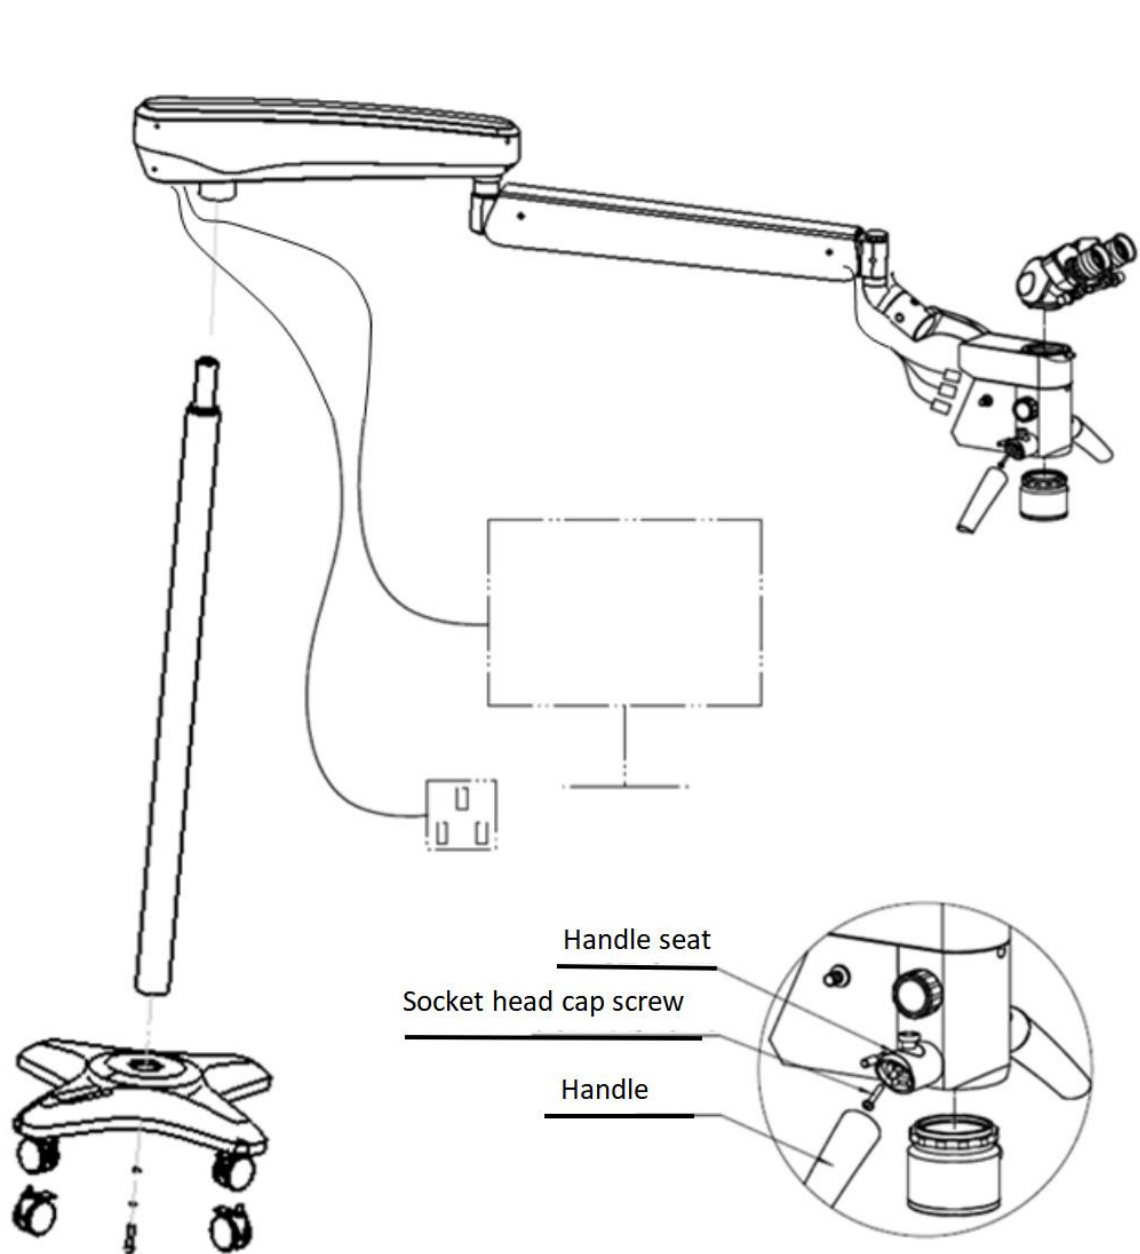

Рис. 2 Монтаж микроскопа
(1) Достаньте колеса [1] из коробки и установите их на основание [2], положите их на пол.
(2) Достаньте стойку [3], открутите винт и шайбу внизу, затем вставьте стойку [3] в отверстие в основании [2], поверните стойку [3] так чтобы цилиндрический шток в основании [2] вошел в паз на дне стойки [3], вставьте винт с шестигранным шлицем и шайбу снизу основания [2], и затяните 10 мм шестигранным ключом (рис. 2), теперь основание установлено.
Достаньте сборку кронштейнов (включающую поперечный рычаг [5], пружинный рычаг [7], кронштейн [11], осветительный блок [12], корпус микроскопа [18] и т.д.) из коробки и установите ее на стойку [3], затяните ручку-фиксатор [4] (рис. 2).